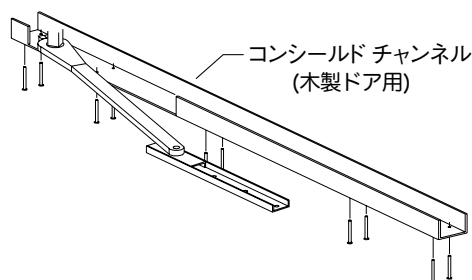

図15-1
- 15.1 丁番または持出型ピボットヒンジ仕様でのオフセットアームを使用した場合、コンシールドチャンネル用の化粧プレートを準備して下さい。（図15-1 および 別紙“取り付け説明書 87400-XXX アーム”をお読み下さい）
- 15.3 丁番または持出型ピボットヒンジ仕様でのオフセットアームを使用したコンシールドヘッダーのみの場合、コンシールドチャンネルを取り付けて下さい。（図15-1）